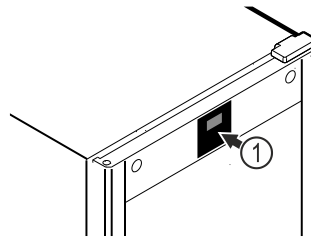

Fig. 51 Atvaizdo pavyzdys
Termostatas gamykloje jau sukalibruotas (+6 Kelvinių poslinkis). Jei vidaus patalpos temperatūra skiriasi nuo temperatūros indikatoriaus *Fig. 51 (1)*, galite sukalibruoti termometrą.